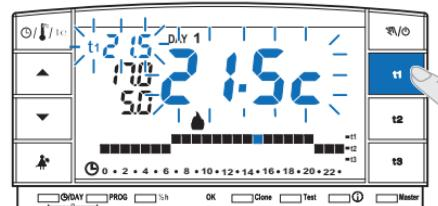

fig. 32
(i) Se si seleziona un tasto (t1 o t2) relativo a un set di temperatura bloccato, la sigla (t1 o t2), il relativo valore a fianco e i digit centrali lampeggiano (esempio fig. 32). In questo caso non è possibile superare il valore di temperatura massima o minima oltre il limite di blocco impostato.
- Premere il tasto del set temperatura che si vuole sbloccare (t1 o t2); la sigla selezionata (t1 o t2) il relativo valore a fianco e i digit centrali lampeggiano (esempio in fig. 32).